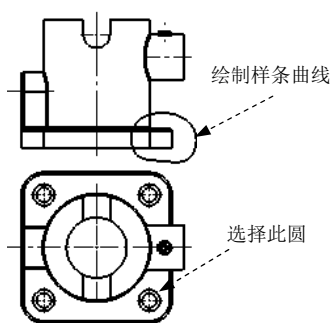

图 9.4.28 绘制剖切范围
Step3. 绘制剖切范围。绘制如图 9.4.28 所示的样条曲线作为剖切范围。
Step4. 定义深度参考。选择如图 9.4.28 所示的圆作为深度参考放置视图。